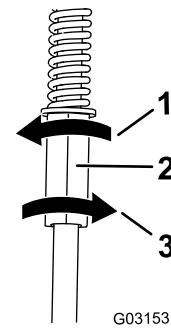

Figure 57
4. Tournez ensuite la tige de commande d'un quart de tour à la fois jusqu'à ce que la machine avance en ligne droite (Figure 57).